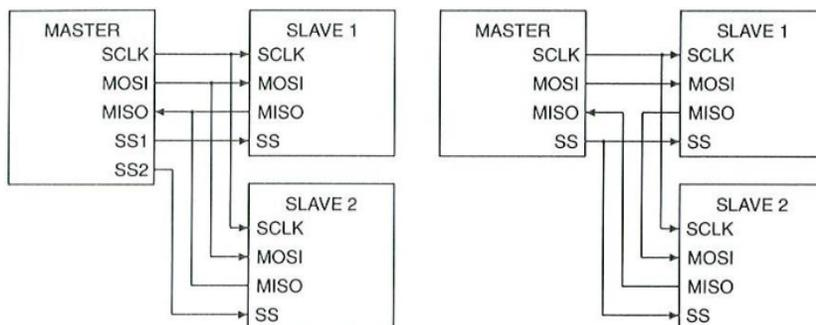

Figura 27: SPI
- **SSX:** Slave Select, la X è sostituita dal numero dello slave. Abbiamo uno Slave Select per ogni slave con cui il master può comunicare, come si vede nella figura 27.